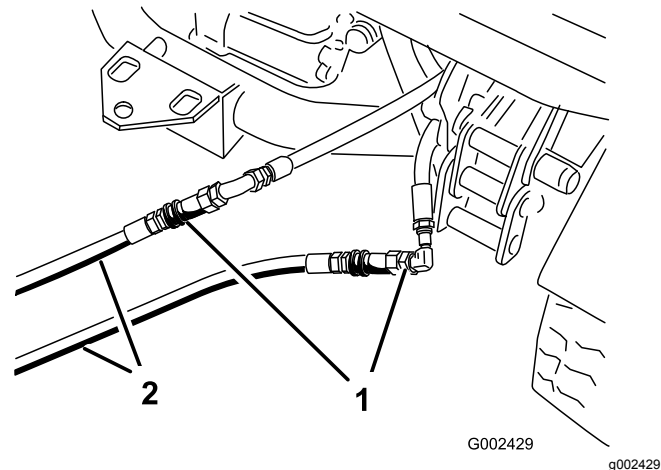

Рисунок 70
3. На неисправном автомобиле подсоедините два шланга-перемычки к шлангам, которые были отсоединены (Рисунок 70).